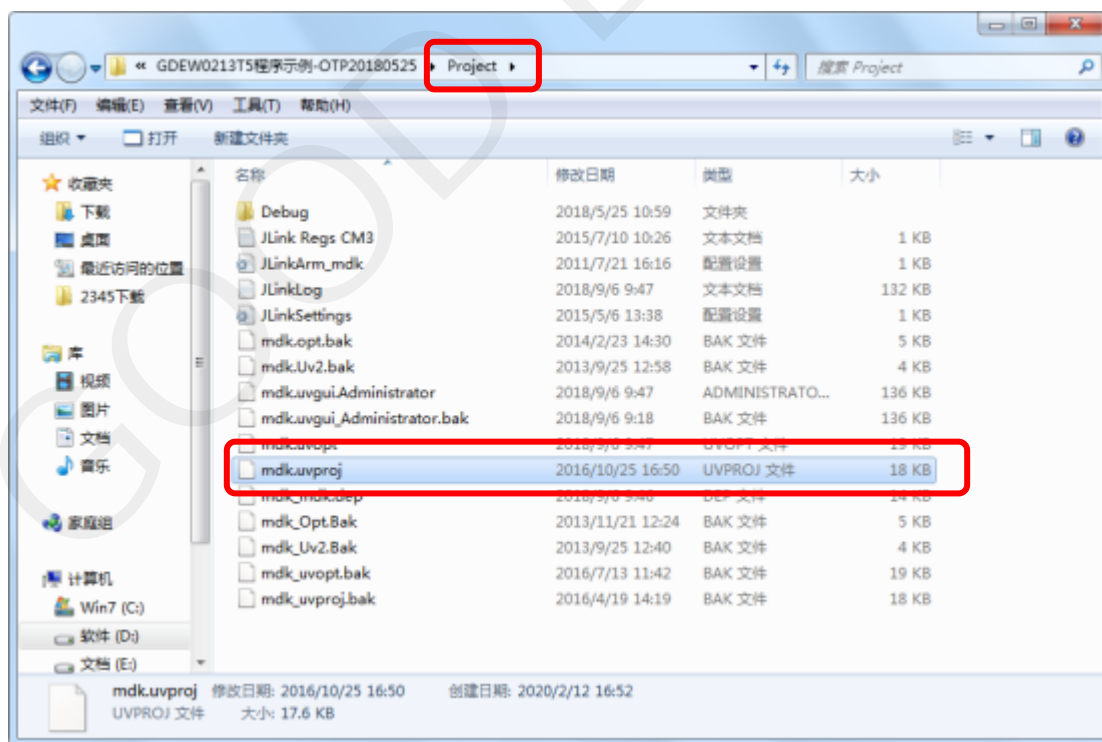

图 6 打开 mdk. uvproj 工程文件
3) 用Keil4打开图6所示驱动程序文件夹project中的mdk. uvproj 工程文件。